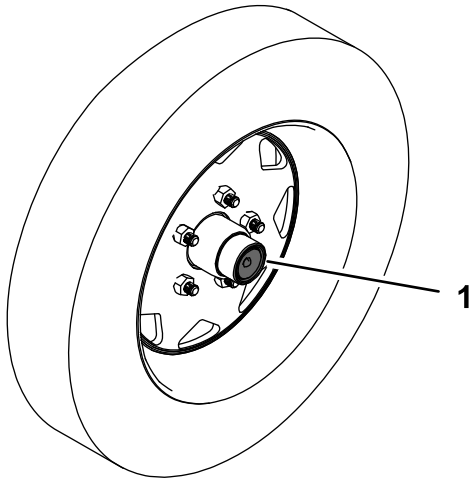
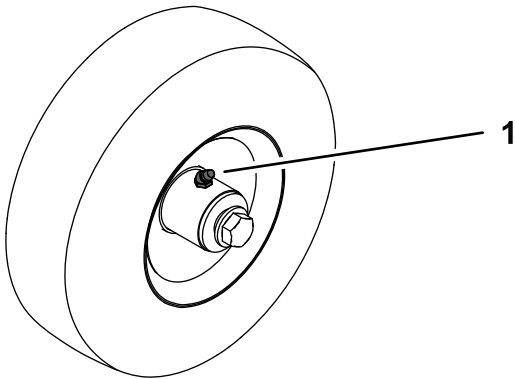

Figura 20
Figura 21
1. Retire los tapones de goma del eje (Figura 20).
2. Conecte una pistola de engrasar a los engrasadores y bombee grasa en los engrasadores del eje (Figura 20) y de las ruedas giratorias (Figura 21) hasta que empiece a rezumar grasa de los cojinetes.
3. Instale los tapones de goma (Figura 20).